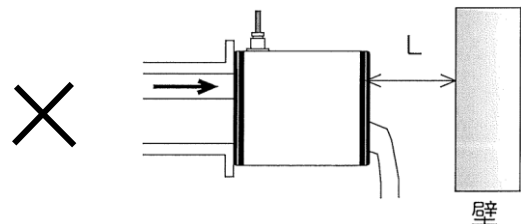

図 15. 壁に向かった設置
- (b) 吐出端でピットなどの壁面に検出器下流端と壁面の間が狭い場合。図 15.